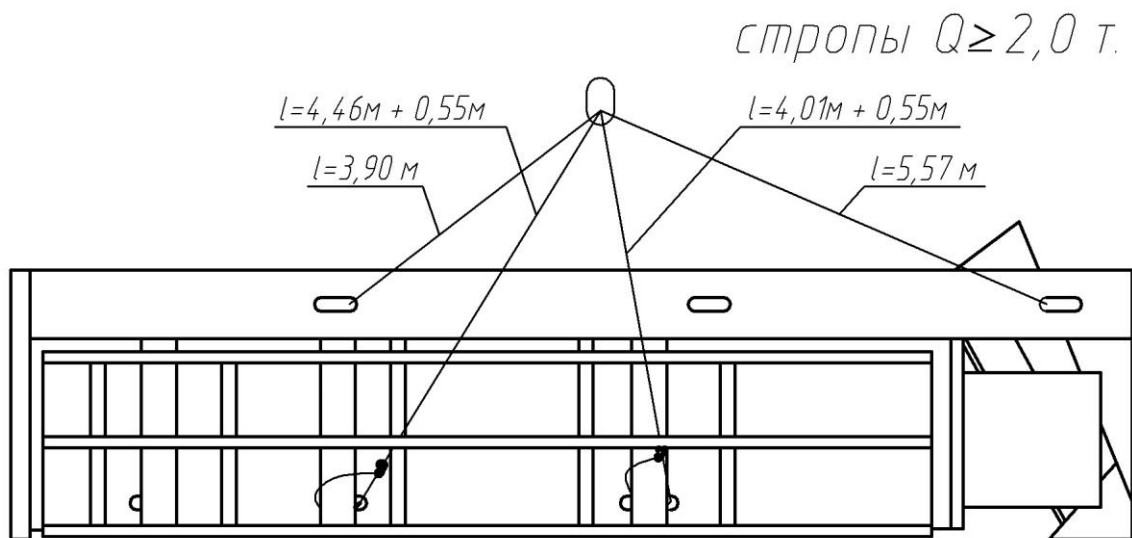

Рисунок 6. Схема строповки жатки ЖВЗ-9,2
6.1.1. Зачалить жатку согласно схеме строповки (рис. 6). Выгрузить жатку (допускается с закрепленными на ней узлами и деталями).